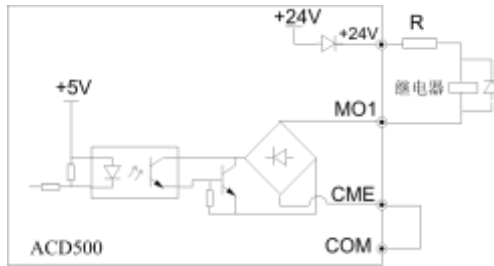

图3-17 多功能输出端子接线方式1
(5) 多功能输出端子M01、D0配线
- ① 多功能输出端子M01可使用变频器内部的24V电源，接线方式请参见图3-17